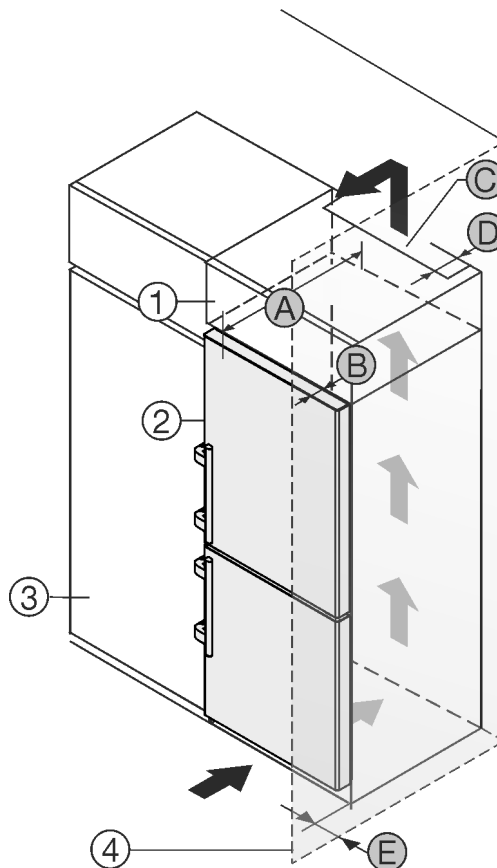

Fig. 2
Zariadenie môžete inštalovať priamo vedľa kuchynskej skrine Fig. 2 (3).*
Na zadnej strane nadstavnej skrine musí byť vetracia šachta s hĺbkou Fig. 2 (D) cez celú šírku nadstavnej skrine.*
Pod stropom miestnosti sa musí dodržať prierez vetracieho otvoru Fig. 2 (C).*
Ak zariadenie nainštalujete so závesmi vedľa steny Fig. 2 (4), tak vzdialenosť medzi zariadením a stenou musí byť minimálne 57 mm. To zodpovedá presahu držadla pri otvorených dverách.*
Aby ste mohli dvere úplne otvoriť, zariadenie musí vyčnievať o hĺbku dverí Fig. 2 (B) prednej časti kuchynskej skrine. V závislosti od hĺbky kuchynských skriň Fig. 2 (3) a použitia dištančných držiakov na stenu môže zariadenie prečnievať ešte viac.*